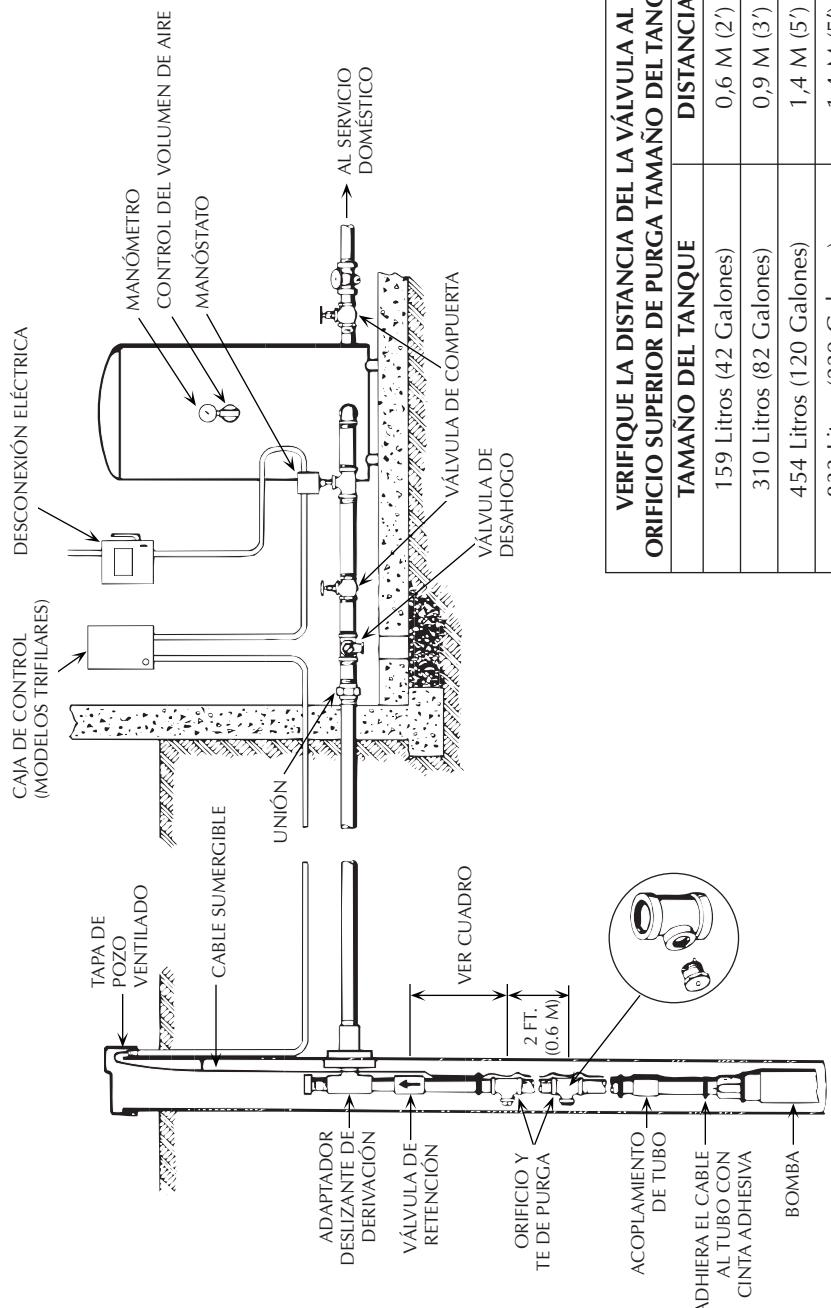

FIGURA 15 - Instalación con tanque de presión estándar
1. Si usa un tanque de presión estándar de aire sobre agua, instale dos orificios de purga a unos 2' (0.6 m) de distancia entre ellos según se ilustra en la Figura 15, página 21. Estos orificios cargarán el tanque automáticamente con aire. Consulte la figura 15 para determinar el lugar de los orificios.
Consulte la figura 15, en la página 69 para obtener información sobre las conexiones de las tuberías a los tanques de presión estándar y la distancia de los orificios de purga desde el tanque de presión.